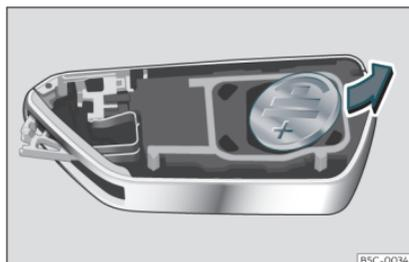

Fig. 69 Clé du véhicule : retirez la pile.
- Retirez la pile du compartiment à l'aide d'un objet fin approprié >>> **fig. 69**.
- Insérez la pile neuve et appuyez-la dans le logement à pile >>> ①.